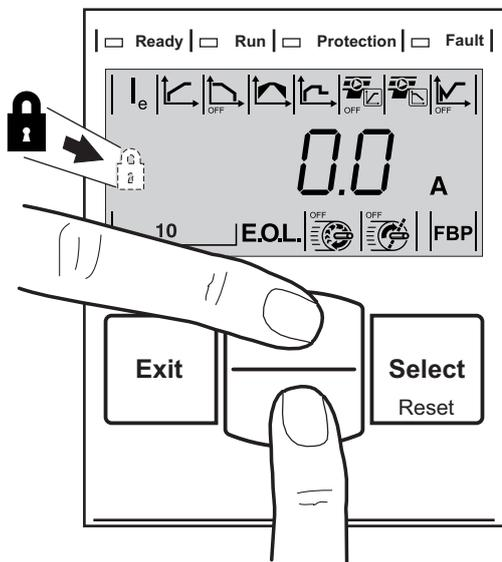

Abb. 6.3: Sperren/Entsperren der Tastatur
3. Drücken Sie beide Navigations-Tasten 4 s lang, um die Tastatur zu sperren und alle Parametereinstellungen vor unbeabsichtigten Änderungen über die Tastatur zu schützen. Siehe Abb. 6.3.